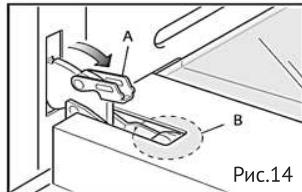

Рис.14
- Потяните на себя фиксатор «A» (рис. 14)
- Плавно закройте дверцу, до легкого упора в фиксаторы. Убедитесь, что фиксатор находится в области «B» (рис. 14 -15).
- Полностью откройте дверцу (рис. 14)